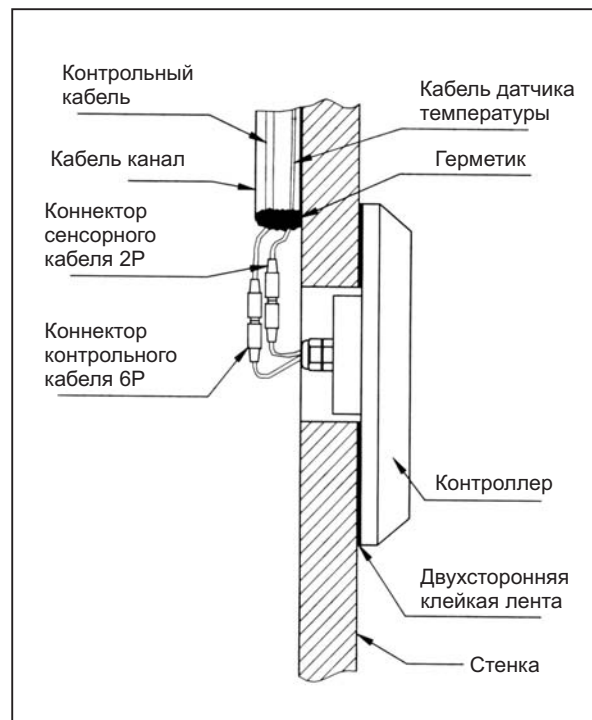

рис. 5
- Парогенератор должен быть установлен в сухом, хорошо вентилируемом месте на вертикальной или горизонтальной поверхности с устойчивым основанием. Устанавливайте парогенератор как можно ближе к паровому помещению (см.рис.5).
Пульт управления должен быть установлен вне парной на высоте 1,2 м от уровня пола. В месте установки сделайте отверстие диаметром 50 мм. Проложите контрольный кабель и кабель датчика температуры через кабелепровод. Затем подключите контрольный кабель к 6-точечному коннектору черного цвета, а кабель датчика температуры к 2-точечному коннектору черного цвета. Прикрепите пульт управления задней частью к стене при помощи двусторонней липкой ленты (см.рис.5).